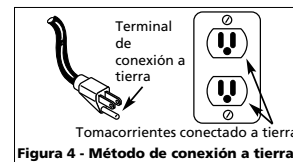

Figura 4 - Método de conexión a tierra
1. Este producto está diseñado para circuitos nominales de 120 voltios y tiene un enchufe para conexión a tierra similar al de la Figura 4. Conecte el producto únicamente a un tomacorriente que tenga la misma configuración que el enchufe. No utilice un adaptador con este producto. En caso de que ocurra un cortocircuito, esto evitaría el riesgo de choque eléctrico al ofrecerle un cable de desvío a la corriente eléctrica. Este producto tiene un cordón con un alambre y terminal de conexión a tierra. Debe conectarlo a un tomacorriente que esté instalado adecuadamente según los códigos y ordenanzas locales.